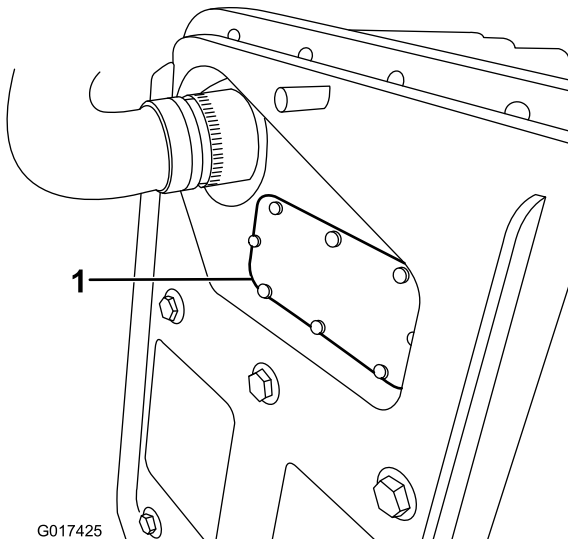

Рисунок 41
- B. Снимите крышку блока предохранителей (Рисунок 41).